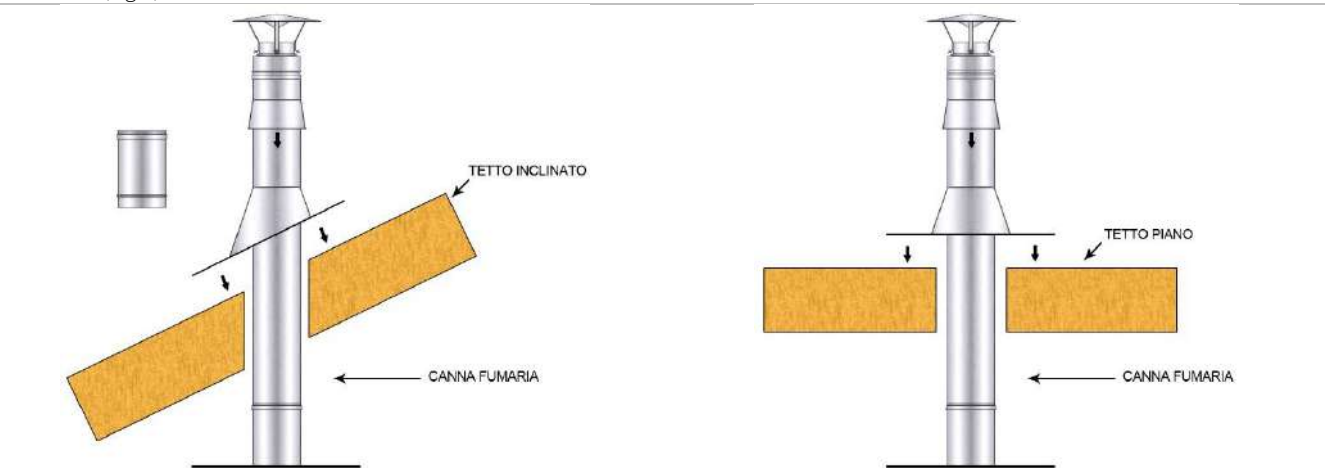

Fig.7
- 2) Avvolgere il tubo e il cono del faldale con la relativa scossalina, serrando fino a fine corsa le viti, siliconando la parte superiore (Fig.7).